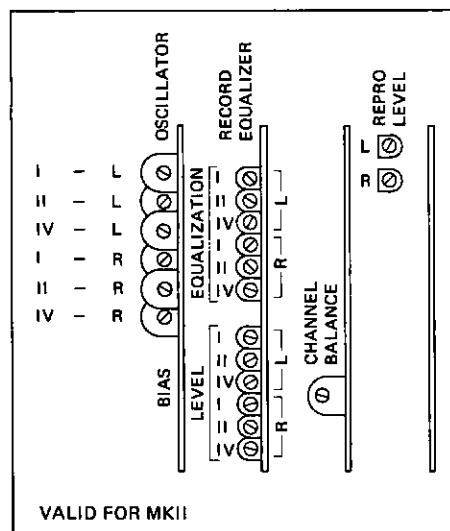

Fig. 5.3
- Mit dem Trimmopotentiometer CHANNEL BALANCE (Fig. 5.3) den rechten Kanal auf den gleichen Pegel einstellen.
- Adjust right-hand channel to identical level with the aid of CHANNEL BALANCE trimmer potentiometer (Fig. 5.3).
- Réglez le canal droit au même niveau grâce au trimmer CHANNEL BALANCE (fig. 5.3).